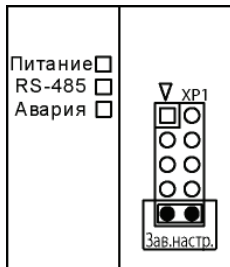

Рисунок 4.1
- установить перемычку **JP1** на соединителе **XP1** (рисунок 4.1) в положение **Зав. настр.**, при этом прибор перестроится на заводские значения сетевых параметров, но в его памяти сохраняются ранее установленные значения сетевых параметров;